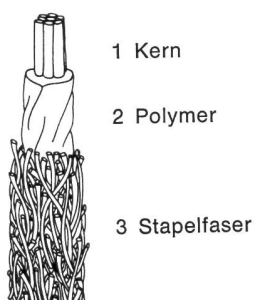

Abbildung 9 Bobtex-Faden
Ein endloser Mono- oder Multifilament-Träger (1), der dem Faden mehr Festigkeit geben soll, durchläuft kontinuierlich einen Polymer-Extruder (2). Dabei legt sich eine Polymerschicht um den Träger. Bevor das Polymer erstarrt, werden durch Zylinder (3) Stapelfasern in dieses Polymer teilweise eingebettet. Die Stapelfasern kommen in Bandform in die Verzugsorgane (4), die die Fasern wieder an die Aufpresswalzen weitergeben. Eine Falschdrahteinrichtung (5) zwischen diesen Walzen und der Kreuzspulvorrichtung (6) sorgt für ein besseres Einbinden der Fasern. Der Bobtexfaden besteht somit aus drei Komponenten (Abbildung 9):